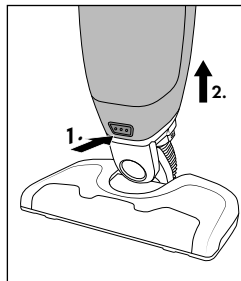

Bild 7
- ◆ Tryck på upplåsingsknappen **12** och dra försiktigt loss golvmunstycket **14** från motorenheten **8** (se bild 7).